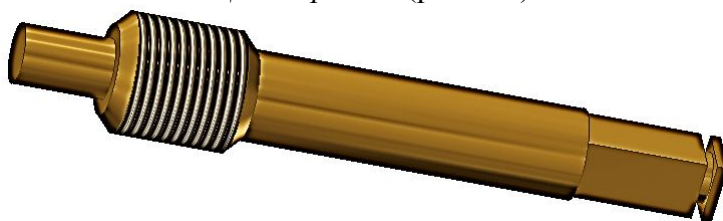

Рис. 8.6. Добавление цилиндра
6. Добавьте цилиндрическую шейку диаметром 6 мм и длиной 9 мм для соединения с клапаном с помощью команды «Цилиндр»  (рис. 8.6).